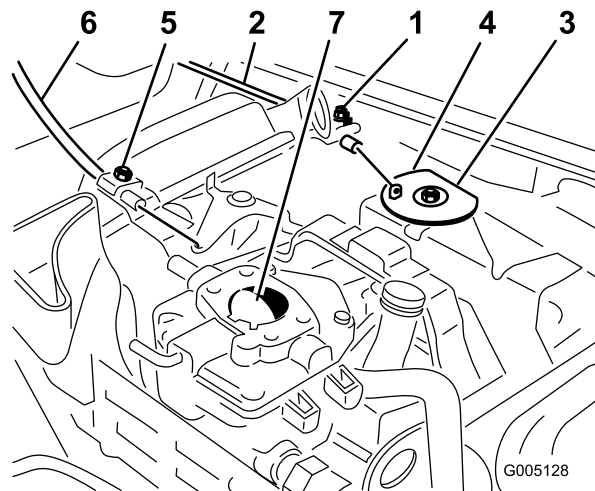

Figura 35
- Allentate la vite del serrafilo per cavi che fissa il cavo al motore (Figura 35).
- Tirate con forza il cavo dell'acceleratore finché il retro della parte girevole non viene a contatto con il fermo (Figura 35).
- Tirate con forza il cavo dello starter finché la farfalla dello starter non è completamente chiusa, quindi serrate la vite del serrafilo (Figura 35).